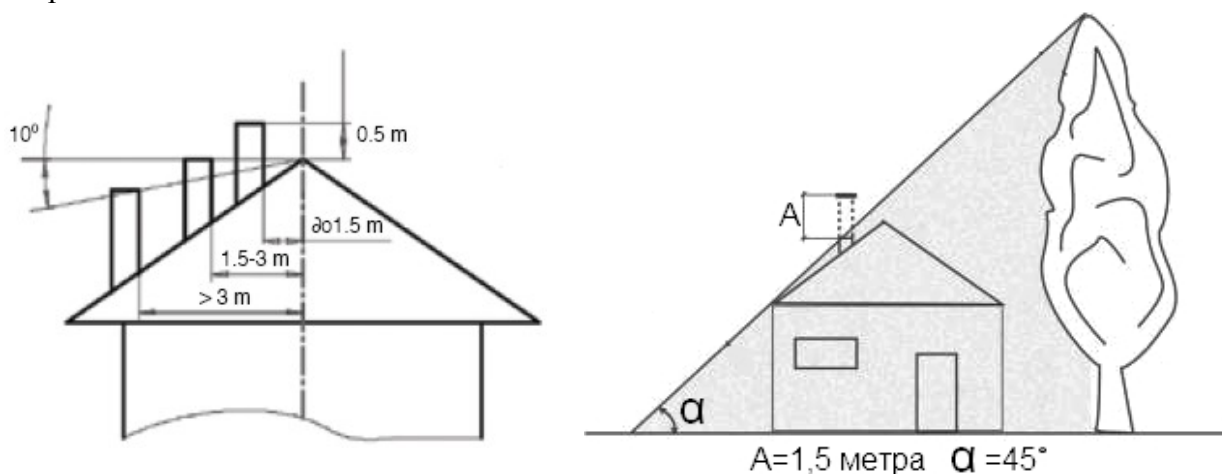

Рисунок 2. Рекомендуемая схема расположения дымохода относительно конька крыши
7.1.7. Дымоход должен быть выше границы "зоны ветрового подпора". Зона ветрового подпора является пространство, находящееся ниже условной линии, проведенной под углом 45 ° к горизонту от наиболее высокой части здания, строения или дерева (рис.2).